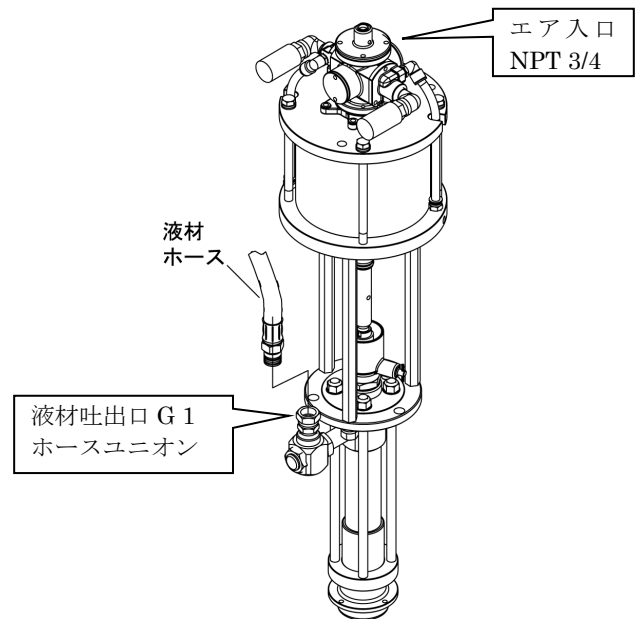

Fig.3
- 1) ポンプ制御エアをエア入口（NPT 3/4）に接続してください。（Fig.3）
- 2) 液材ホースを液材吐出口（G 1）に取り付けてください。（Fig.3）